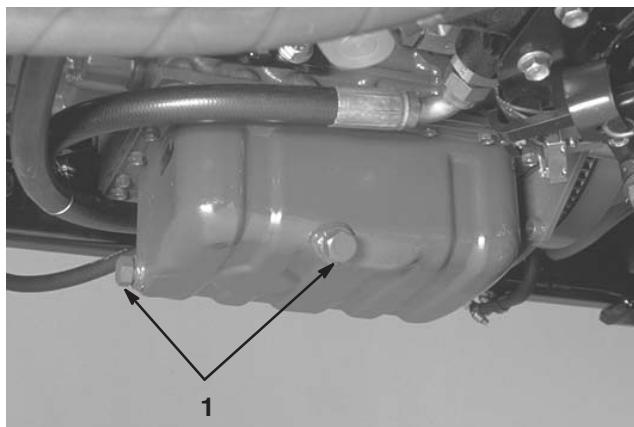

Bild 38
- Entfernen Sie die Ablassschraube (Bild 38) und lassen das Öl in ein Auffanggefäß ab. Schrauben Sie die Ablassschraube wieder ein, nachdem das Öl abgelaufen ist.